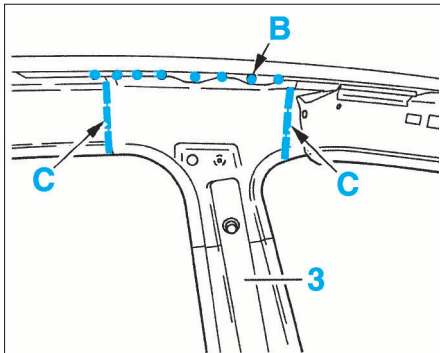
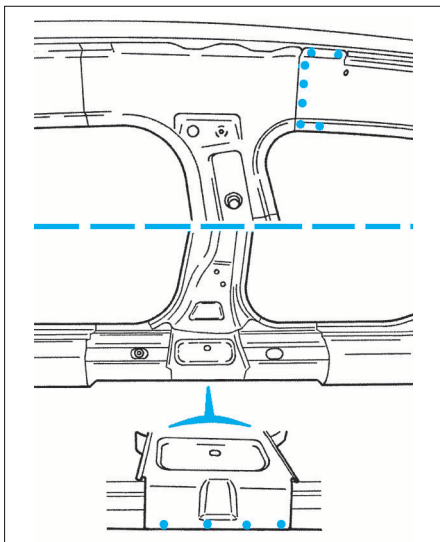

FIG. 63
FIG. 64
- Souder à la pointeuse électrique (1) (Fig.63).
- Souder par cordons à l'arc sous gaz protecteur (2).
- Souder par points bouchons à l'arc sous gaz protecteur (Fig.64).